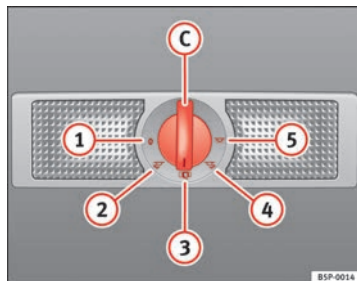

Fig. 79 Revestimiento interior del techo: iluminación interior y de lectura de la parte trasera del habitáculo.
Con el mando ⇒ fig. 79 C puede seleccionar las siguientes posiciones:
Con el mando en la posición ⇒ fig. 79 ① la luz interior y las de lectura están apagadas.